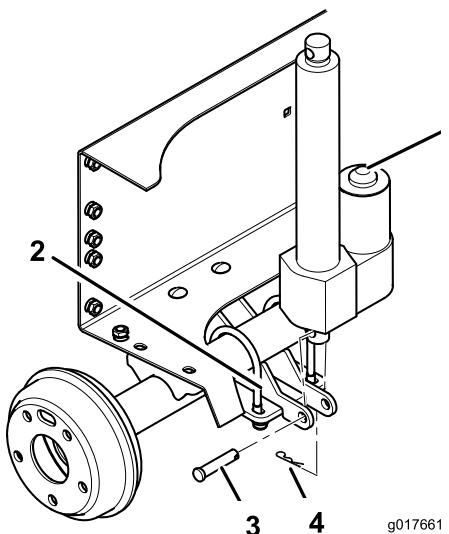

Figura 6
6. Sujete el extremo inferior del actuador de elevación al soporte del cilindro de elevación con un pasador y una chaveta. Coloque los componentes según se muestra en Figura 6.